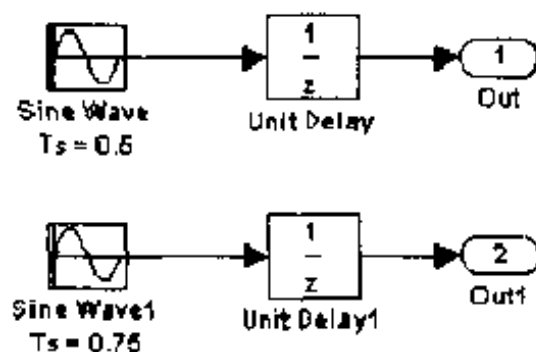

图 5.4 变步长会产生不同长度的矢量
(1) 系统内置仿真器。如果没有选择一种仿真器,Simulink 基于下列的条件,选择一个默认的仿真器:
- 如果模型是离散的,Simulink 使用叫做变步长 discrete(离散)仿真器,并且显示没有使用 ode45 的信息提示。同时,Simulink 又提供一个叫做固定步长 discrete 仿真器。图 5.4 的模型显示了两种 discrete 解法的不同。